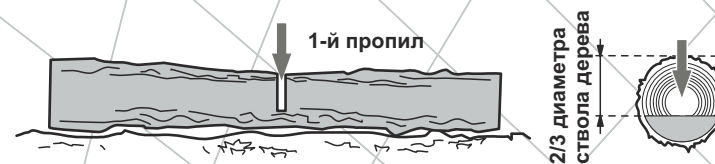

Рис. 20
1. Медленно распилите (1) бревно на 2/3 его диаметра (см. рис. 20).